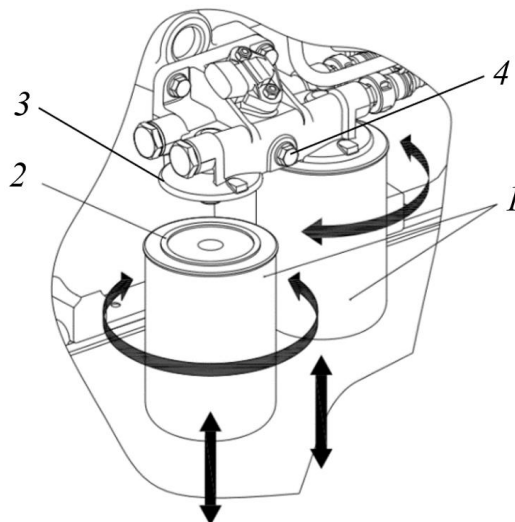

Рисунок 5.15. Процедура замены фильтров тонкой очистки топлива
- ▶ Отвернуть сменные фильтры для топлива 1, рис. 5.15. В случае затруднённого отворачивания использовать съёмник.